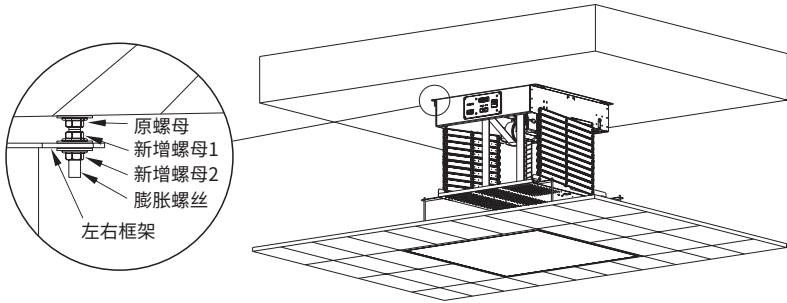

图8
5. 在框架安装孔底下再加一颗M8螺母(非附件)用来固定升降架的框架(图8)。